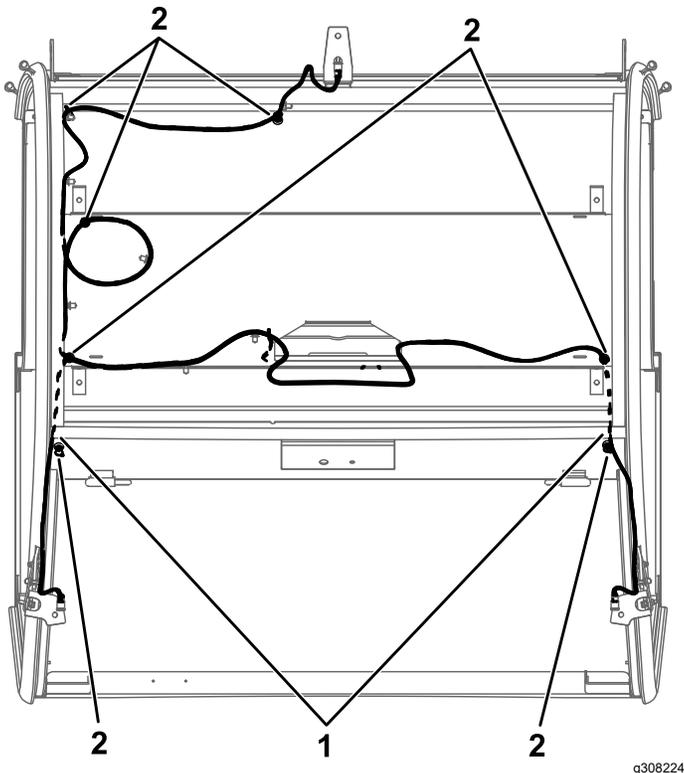

Bild 11
mit sieben magnetischen Kabelbindern an den in **Bild 11** dargestellten Stellen an der Maschine.
1. Befestigen Sie den Kabelbaum, wie in **Bild 11** abgebildet.
Hinweis: Schneiden Sie den Schaumstoff an den in **Bild 11** dargestellten Stellen um den Kabelbaum zu verlegen.